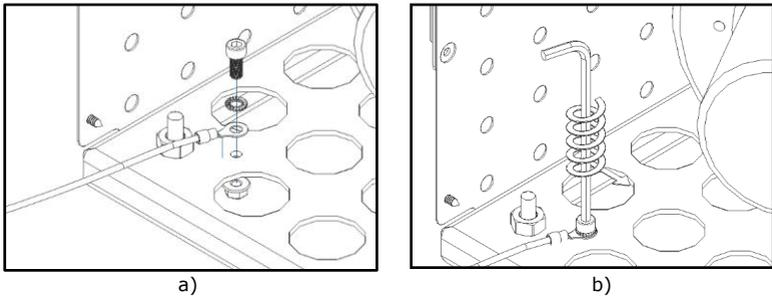

Figura 64 - Conexión del cable de puesta a tierra del ventilador
k) Para realizar las conexiones eléctricas, en primer lugar, tiene que conectar el cable de puesta a tierra a la máquina. Para ello tiene que poner uno de los extremos del cable en el orificio existente en la base del equipo. Con el tornillo C, la tuerca y la arandela, atornille el cable al fondo según se muestra en la Figura 64-b.